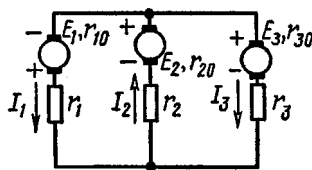

рис. 4
5. Методом накладення розрахувати струми у схемі на рис.4, якщо $E_1 = 10 \text{ В}$, $E_2 = 40 \text{ В}$, $E_3 = 5 \text{ В}$, $r_{10} = 5 \text{ Ом}$, $r_{20} = r_{30} = 2 \text{ Ом}$, $r_1 = 30 \text{ Ом}$, $r_2 = 3 \text{ Ом}$, $r_3 = 8 \text{ Ом}$. (10)